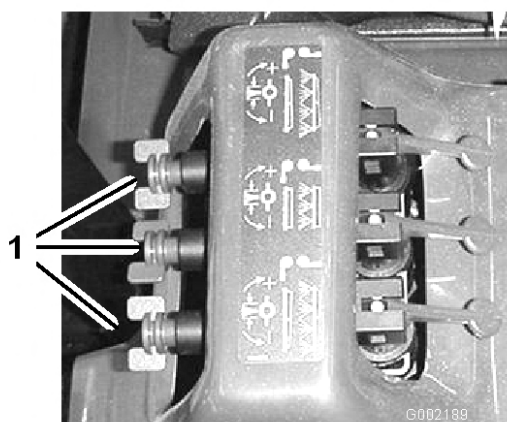

Bild 27
12. Stellen Sie das Sicherheitsventil des Spritzgestänges (Bild 27) unter dem Spritzgestängesteuerventil des Spritzgestänges ein, das Sie abgestellt haben, bis der am Druckmanometer angezeigte Druck dem Wert in Schritt 9 entspricht.